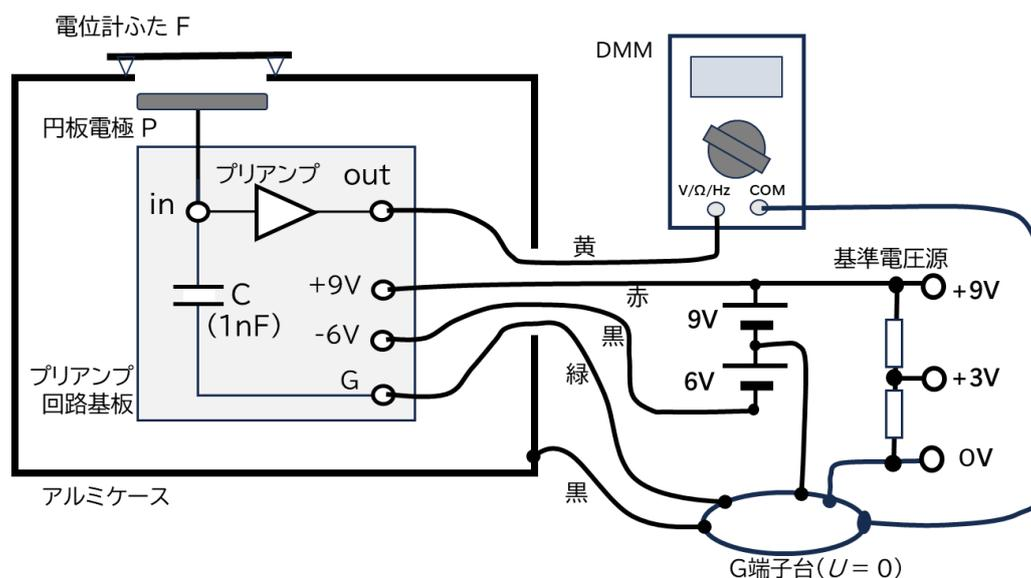

図 2-3. 実験装置の組立図
プリアンプ、基準電圧源、DMM、電池、グラウンド端子台を以下の手順に従って、図 2-3 のようにつなぎなさい。
- ① プリアンプ回路、1 nF のコンデンサー C、円板電極 P はアルミケースの中に予め組み立てられている。アルミケースの丸穴から見える丸い銅板が円板電極 P である。図 2-3 のように、ケースからは出力(out)リード線 (黄)、正電源リード線 (赤)、負電源リード線 (黒)、グラウンド線 (緑) が出ている。なお、青のリード線は予備用出力端子であり、今回は使わない。また、アルミケースにもグラウンド線 (黒) が取り付けられている。
- ② プリアンプのグラウンド線 (緑)、アルミケースのグラウンド線 (黒)、DMM の COM ジャックへ接続したテストリード (黒)、基準電圧源の 0V 端子、電源のグラウンド線 (9V 角形乾電池の-端子と電池ボックスの+端子につながっている線) をそれぞれのミノムシクリップによって (グラウンド) G 端子台 (銅線の輪) につなぎなさい。これによってこれらの電位は等しくなり、上記のように、これを電位の基準 ( $U = 0 \text{ V}$ ) とする。
- ③ DMM の V/ $\Omega$ /Hz ジャックへ接続したテストリード (赤) のミノムシクリップをプリアンプの出力(out)リード線 (黄) につなぎなさい。
- ④ プリアンプの電源のスナップに 9V 角形乾電池を取り付けなさい。また、電池ボックスに 1.5V 単三乾電池 4 個を入れなさい。
- ⑤ DMM のロータリースイッチを回し、「DC 直流 V」にしまさい。これによって直流電圧測定モードに設定され、表示器の値は黒い側 (COM ジャック) に対する赤い側 (V/ $\Omega$ /Hz ジャック) の端子の電位 (両者間の電圧) を意味する。
実験装置が正しく組み立てられていることを確認するために、以下の測定を行いなさい。もし書かれていることと違う結果が得られた場合には、装置が図 2-3 のように組み立てられているかをもう一度確認してから、やり直しなさい。確認しても直らない場合は、監督者を呼び、状況を説明し、その指示に従いなさい。